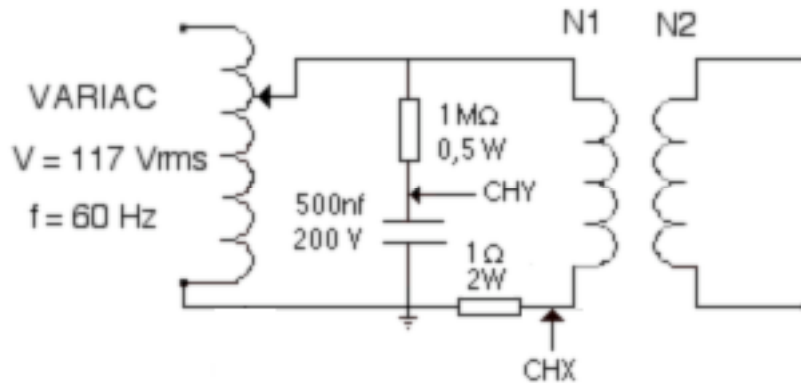

Figura 10.3. Circuito para obtener el ciclo de Histéresis del transformador
19.- Monte el circuito de la figura 10.3 para obtener el ciclo de Histéresis del transformador utilizando el osciloscopio en la modalidad X-Y. **El osciloscopio debe estar FLOTANDO.**